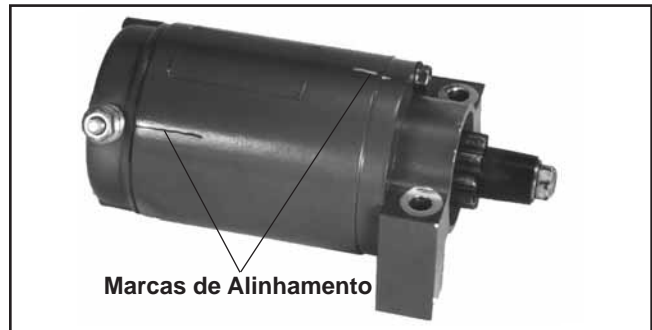

Figura 8-17. Marcas de Alinhamento do Conjunto do Motor de Arranque.
de arranque com tampas terminais do comutador Estilo "A", alinhar-se-á com uma linha marcada previamente na estrutura do motor de arranque. Em motores de arranque com tampas terminais Estilo "B" a estrutura não tem marcas prévias. Coloque um bocado de fita de mascaramento na estrutura e marque uma linha na fita, alinhada com a linha subida na tampa terminal. Consulte a Figura 8-17.
3. Instale a tampa terminal do accionamento sobre o veio de accionamento. Certifique-se de que as marcas de alinhamento na tampa terminal e na estrutura do motor de arranque estão alinhadas. Consulte a Figura 8-17.